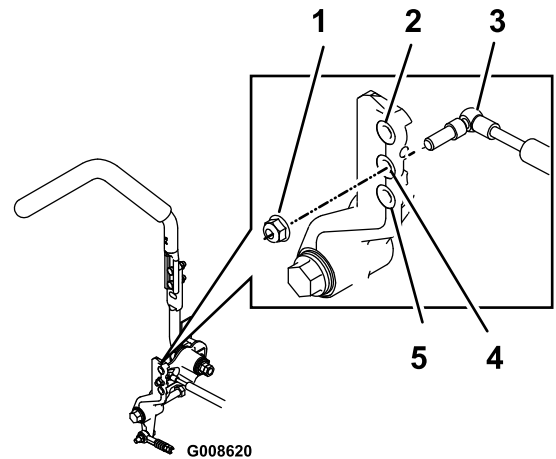

图63
- 拆下锁紧螺母将减震器安装螺栓移至所需的位置然后安装锁紧螺母。请参阅 图63 了解可选安装位置。